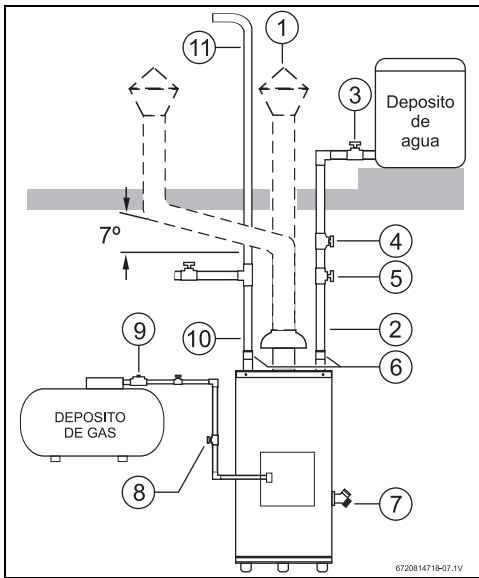

Fig. 7
- ▶ Instalar jarros de aire con una longitud mínima de 30 centímetros sobre el nivel máximo de llenado del tinaco (Fig. 7).